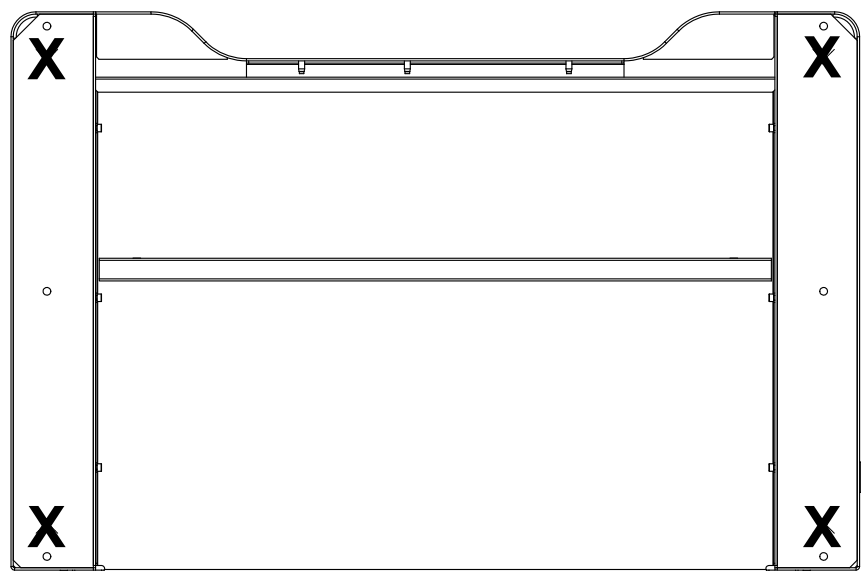

图 26. 机架底面显示机架支脚的位置
7. 找到拆下的机架支脚，以使用螺栓将机架固定到装运垫板上。拆下机架底座后部的管状支架，并在第 76 页图 26 所示的位置安装机架支脚。